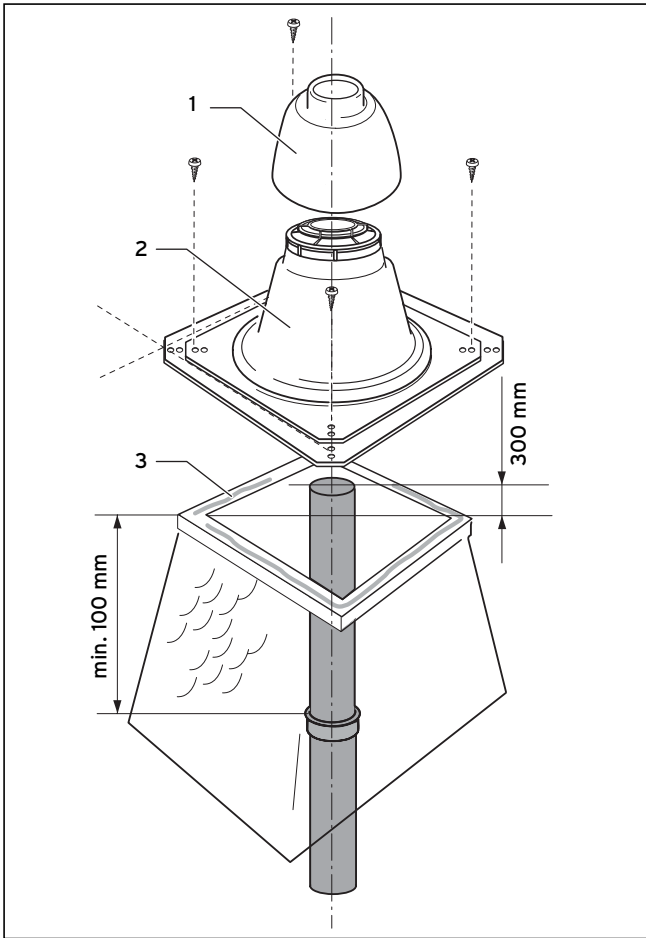

Рис. 6.22 Монтаж шахтной насадки
- Повторяйте соединение труб до тех пор, пока не сможете вставить самую нижнюю трубу в опорное колено, а самая верхняя труба не позволит монтаж шахтного перекрытия по рис. 6.22.
Для монтажа шахтного перекрытия из пластика (ПП) соблюдайте рис. 6.22.